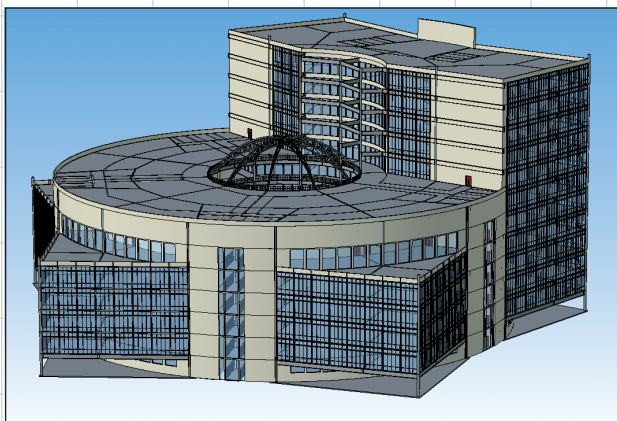

Рис. 2. Проект «ТЦ Звезда»
- «ТЦ Звезда» — абстрактный торговый центр в форме звезды. Нижние пять этажей отводятся под торговые и развлекательные площадки, на этажах с шестого по 12-й располагаются офисы. На этом проекте тестировались разделы проекта КМ и КЖ (рис. 2 и 3);